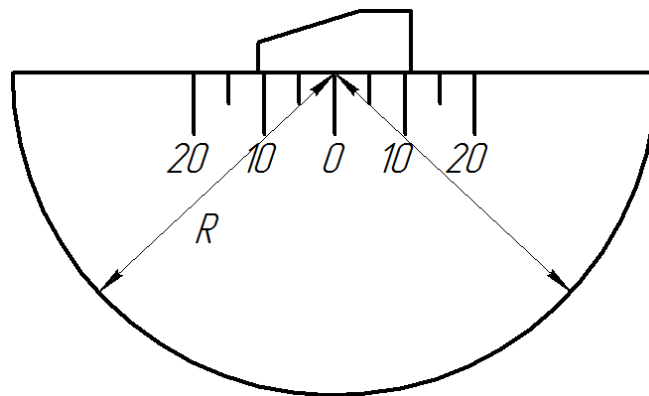

Рисунок 2.70 – Установка преобразователя на образец СО-3
1. Установить преобразователь, через слой контактной жидкости, на образец СО-3 так, чтобы точка выхода луча УЗК совпала с нулевой отметкой образца (рис. 2.70).